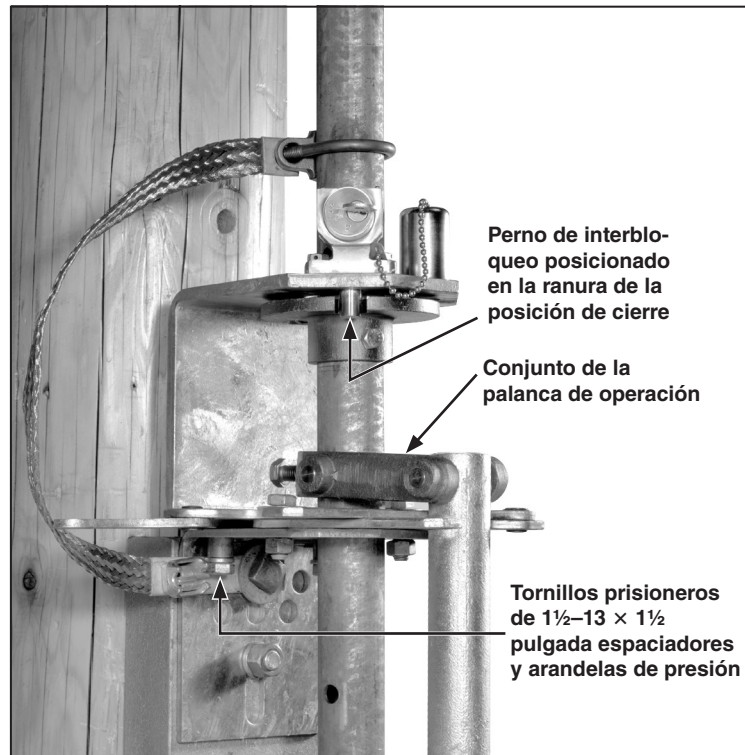

Figura 28. Fijación del conjunto de la palanca de operación.
**PASO 24.** Fije el conjunto de la palanca de operación a la sección más baja del tubo de operación vertical utilizando el perno de acero inoxidable que se incluye. El perno debe entrar al orificio pasante que, en el tubo de operación vertical, sea el más cercano a la posición que se muestra en el plano de montaje. Vea la Figura 28.